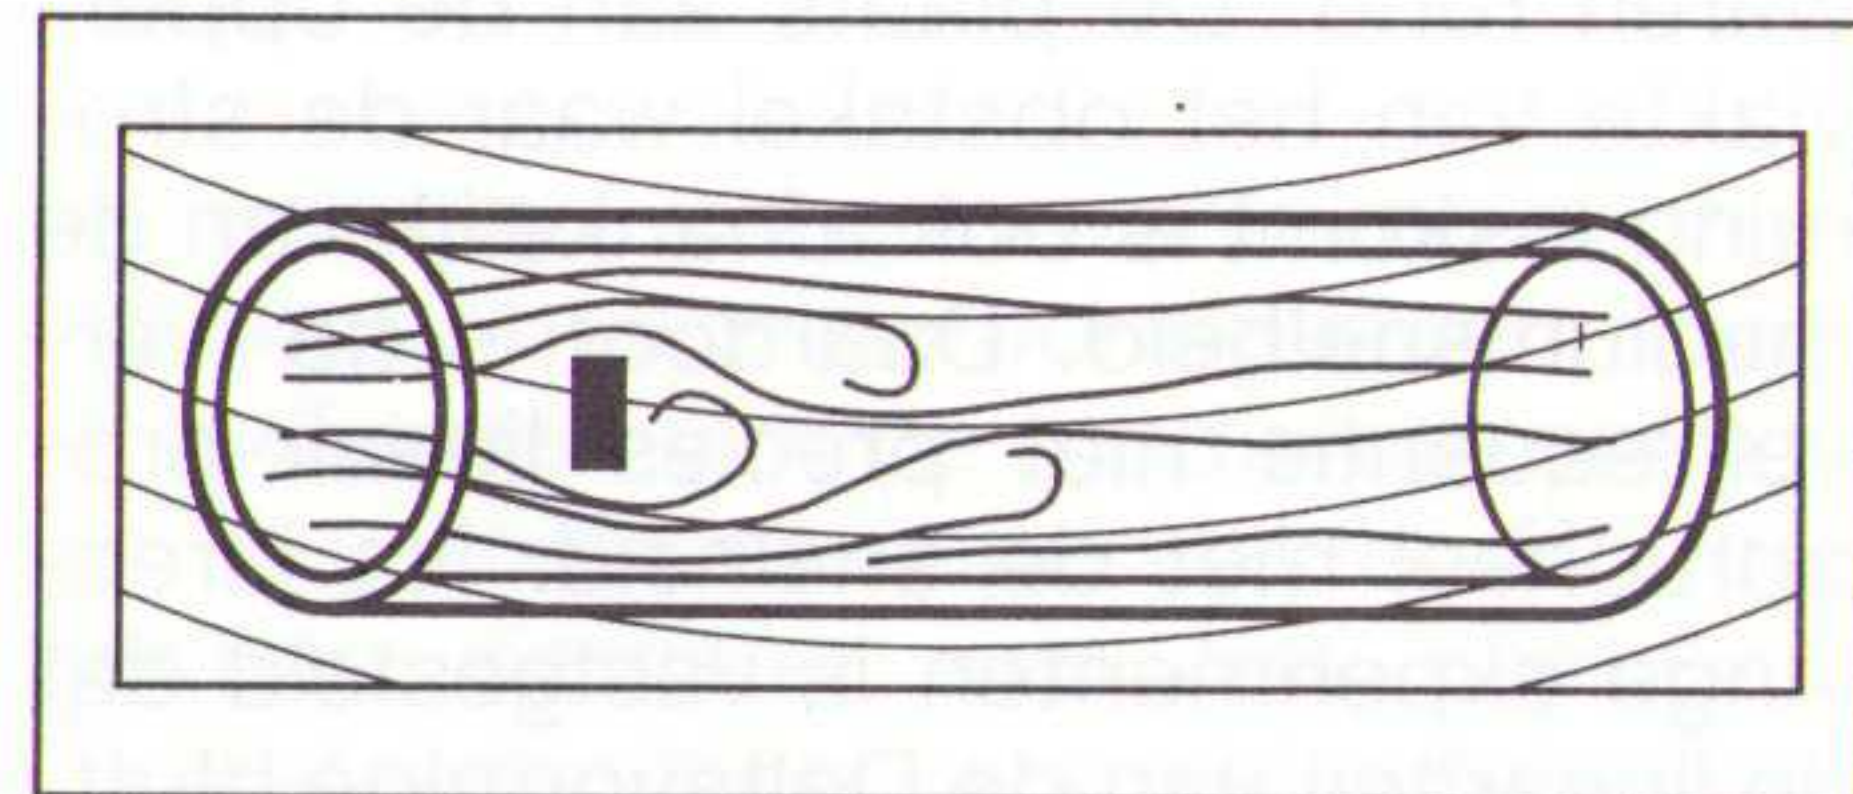

Fig. 13 Leidingruis.
- Leidingruis (fig. 13); interferentie, veroorzaakt door de mechanische trillingen van een leiding, maakt het detecteren van zwakke wervelingen moeilijk. Vaak is dit de oorzaak van meetfouten.